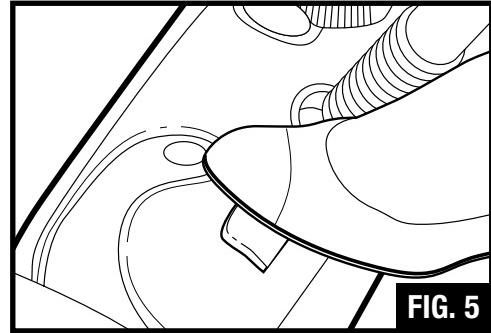

FIG. 5
- Place the floor steamer on its preheating/cool down tray then press on/off switch and wait for about 3-4 minutes (Fig. 5). The green light comes on when the on/off switch is activated. Do not leave the device unattended during the waiting period.
- Placer le nettoyeur à vapeur sur son plateau de préchauffage/refroidissement, appuyer sur le bouton de mise en marche et attendre 3 à 4 minutes (Fig. 5). Le voyant vert s'allume quand le bouton de marche-arrêt est actionné. Ne pas laisser le dispositif sans surveillance pendant la période d'attente.
8. When the floor steamer no longer emits steam the amber water refill light (F) will come on. This means that there is no more water (this will happen after approximately 15 minutes of use). Place appliance on preheating/cool down tray, turn off (Fig. 5) and unplug from the electrical outlet. Take off the safety cap, and refill. During refilling, be careful not to touch the hot parts of the device.
- CAUTION: Whenever changing the floorcloth, turn off the appliance (Fig. 5) and unplug. Be careful not to touch the hot parts of the device.**
8. Quand le nettoyeur cesse d'émettre de la vapeur la témoin orange de remplissage (F) s'allume (cela se produit au bout de 15 minutes d'utilisation environ). Placer l'appareil sur le plateau de préchauffage/refroidissement, l'arrêter (Fig. 5) et dépriser. Retirer le bouchon de sécurité et remplir. Pendant le remplissage, veiller à ne pas toucher aux parties chaudes du dispositif.
- ATTENTION : Quand vous changer le chiffon, arrêter l'appareil (Fig. 5) et dépriser. Veiller à ne pas toucher les parties chaudes du dispositif.**